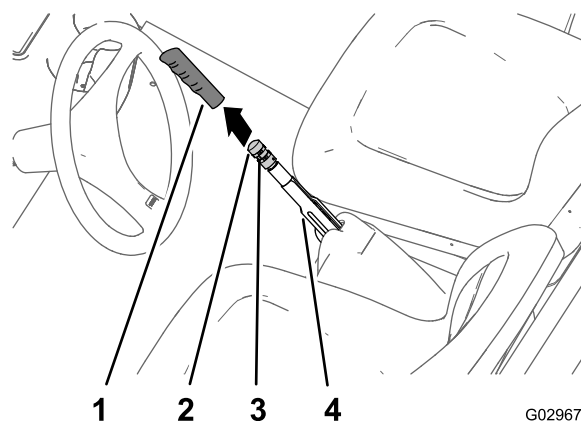

Figura 61
1. Retire a pega da alavanca do travão de mão (Figura 61).
2. Desaperte o parafuso de afinação que fixa o manípulo de ajuste do travão à alavanca do travão de mão (Figura 61).
3. Rode o manípulo de ajuste do travão até que seja necessário um binário de 133 a 156 N·m para ativar a alavanca do travão de mão (Figura 61).
4. Aperte o parafuso de afinação e instale a pega (Figura 61).
1. Retire a pega do travão de mão (Figura 61).
2. Desaperte o parafuso de afinação (Figura 61) que fixa o manípulo de ajuste do travão à alavanca do travão de mão, solte o travão de mão e desaperte o manípulo de ajuste do travão.
- C. Rode o manípulo de ajuste do travão (Figura 61) aplicando um binário de 133 a 156 N m para ativar a alavanca do travão de mão.
- Aperte o parafuso de afinação e instale a pega (Figura 61).
5. Rode o manípulo de ajuste do travão (Figura 61) aplicando um binário de 133 a 156 N m para ativar a alavanca do travão de mão.